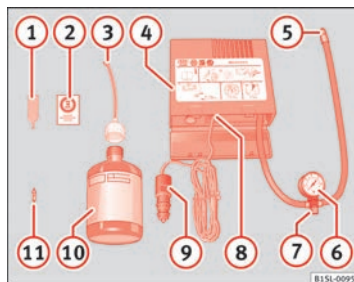

Fig. 141 Representação standard: Conteúdo do kit antifuros.
O kit de desempanagem está localizado no porta-bagagens, por baixo do revestimento do piso. Inclui os seguintes componentes ⇒ Fig. 141:
10. Cole o autocolante ⇒ Fig. 141 ② do kit antifuros num lugar visível do painel de instrumentos.
- Desenrosque o obus de válvula com a ferramenta correspondente ⇒ Fig. 141 ① e coloque-o sobre uma superfície limpa.
- Agitar bem o frasco de vedante de pneus ⇒ Fig. 141 ⑩ durante alguns segundos.
- Enrosque firmemente o tubo de enchimento ⇒ Fig. 141 ③ no frasco de vedante no sentido dos ponteiros do relógio. O selo do bocal do frasco é automaticamente traspassado.
- Remova o tampão do tubo de enchimento ⇒ Fig. 141 ③ e enrosque a extremidade aberta do tubo na válvula do pneu.
- Volte a enroscar o obus de válvula com a ferramenta correspondente ⇒ Fig. 141 ① na válvula do pneu.
- Enroskar de forma fixa o tubo de enchimento do pneu ⇒ Fig. 141 ⑤ do compressor na válvula do pneu.
- Verifique se o parafuso de evacuação de ar ⇒ Fig. 141 ⑦ está enrosca-do.
- Coloque a ligação ⇒ Fig. 141 ⑨ numa tomada de 12 volts do veículo ⇒ Página 121.
- Ligue o compressor com o interruptor ON/OFF ⇒ Fig. 141 ⑧.
Volte a enroskar o tubo de enchimento ⇒ Fig. 141 ⑤ e verifique a pressão no manómetro ⑥.